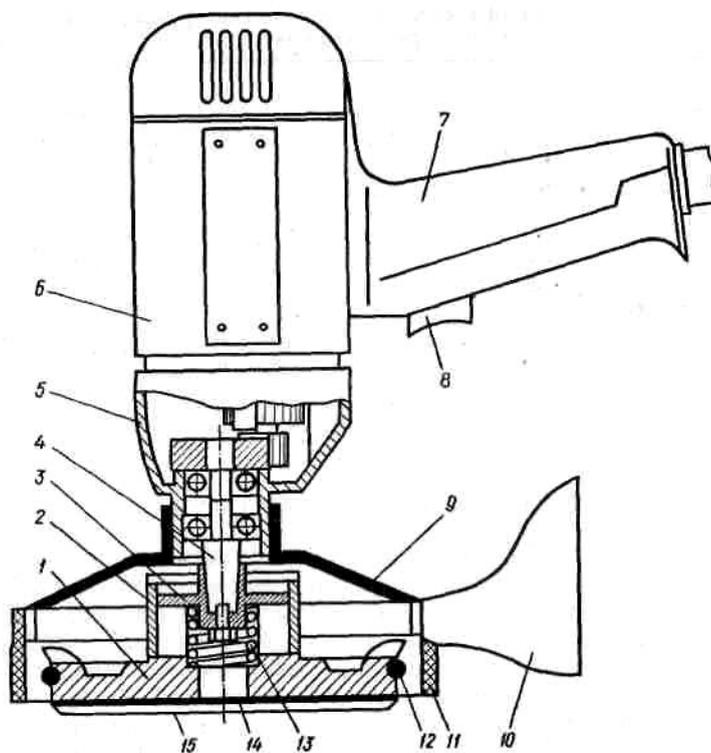

Рис. 25.12. Шліфувальна машина ІЗ-220ІА:
**Шліфувальна машина ІЗ-2201А** (рис. 25.12) призначена для шліфування нанесеного на поверхню висохлого шару олійної або клейової шпаклівки. Вона складається з електродвигуна з рукояткою, редуктора і шліфувальної головки.